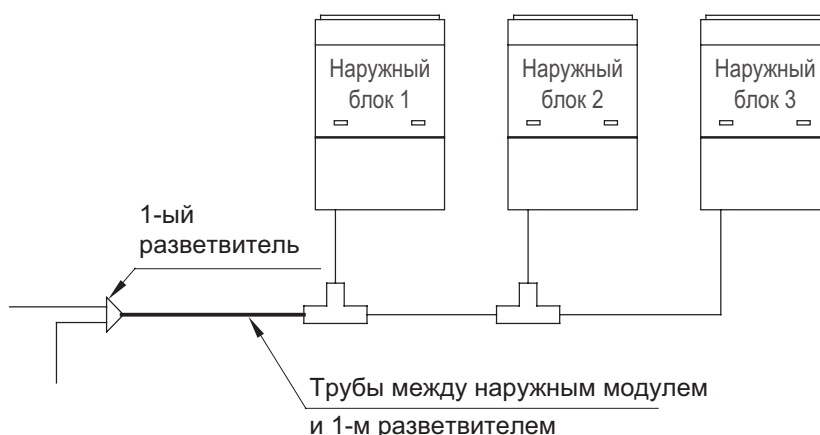

Рис. 7.5.
7.3.2.6. Диаметр труб между наружным модулем и первым разветвителем FQ (рис. 7.5.) выбирается в соответствии с таблицей 7.6.